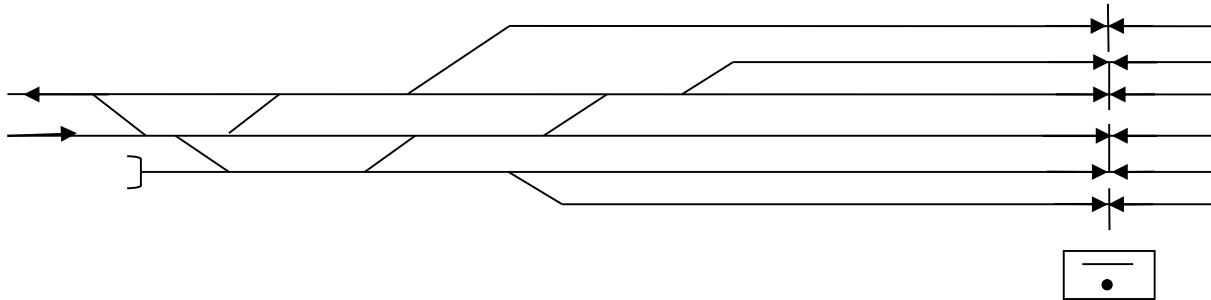

Рисунок 1
- На схематическом плане нечетной горловины станции (рис. 1) пронумеруйте пути и стрелки, произведите расстановку изолирующих стыков, входных, выходных и маневровых светофоров. Составьте таблицу основных поездных маршрутов.